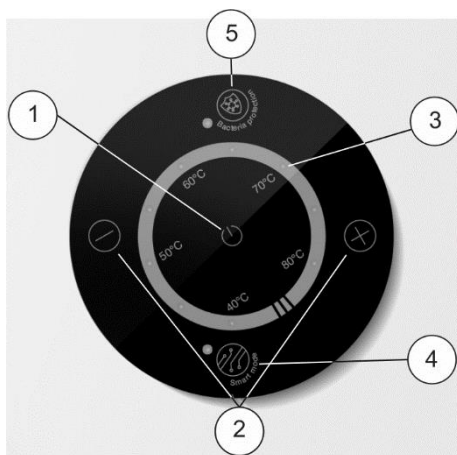

Fig. 2. Pannello di comando elettronico
L'accensione/spengimento lo scaldacqua avviene tramite il pulsante del pannello di controllo “⏻” (Fig. 2, pos.1).
Nel corso del funzionamento lo scaldacqua l'utente può regolare la temperatura di riscaldamento utilizzando il pulsante "+ / -" (Fig. 2, pos. 2). Si possono prendere come temperatura target i seguenti valori: 40°C, 50°C, 60°C, 70°C, 80°C (Fig. 2, pos. 3).
Utilizzando il pulsante smart mode "Smart" (Fig. 2, pos. 4) È possibile abilitare la modalità di funzionamento smart lo scaldacqua. In questa modalità di funzionamento lo scaldacqua può studiare e registrare le abitudini dell'utente nell'utilizzo di acqua calda e preparare l'acqua calda in anticipo per il prossimo ciclo dell'acqua (7 giorni in un ciclo). Quando gli utenti non hanno bisogno di acqua calda, può mantenere l'acqua al minimo temperature. In questo modo è possibile ottenere comfort e risparmio energetico. Questa modalità è utilizzata per coloro che utilizzano acqua calda su base regolare. Per attivare questa modalità, premere il pulsante smart mode "Smart". Per disattivare la modalità, premere nuovamente questo pulsante o spegnere lo scaldacqua.
Premere il tasto "Bacteria protection " per attivare o disattivare la modalità batteriostatica dopo l'accensione (Fig. 2, pos. 5). Dopo aver attivato la modalità batteriostatica, l'indicatore luminoso batteriostatico è acceso. Sotto la modalità bac-teriostatica, lo scaldabagno è batteriostatico ogni 30 giorni. Batteriostasi: la spia della batteriostasi lampeggia, la temperatura impostata è fissata a 75°C e il sistema si trasforma in stato di conservazione del calore dopo il riscaldamento a 75°C. In questo momento, la bacteriostasi termina dopo 30 minuti e la spia della batteriostasi si accende; Durante l'isolamento batteriostatico, quando la temperatura dell'acqua scende di 5°C, riscaldare a 75°C e mantenere il riscaldamento a 75°C.